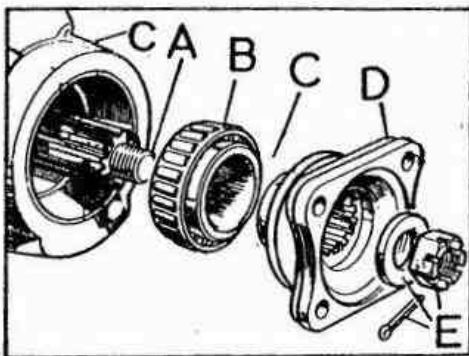

Fig. E -41 Brida de transmisión - del piñón
- 3.07. Montar la brida de arrastre (Fig. E -41).